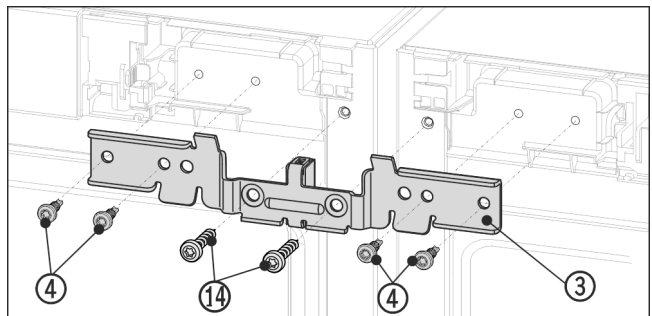

Fig. 13 Esimerkkikuva
- Työnnä kulma Fig. 13 (3) ja välikapale laitteiden väliin ja tappeihin. Ruuvaa kulma löysästi paikoilleen neljällä ruuvilla Fig. 13 (4) ja aikaisemmin irrotetuilla maadoitusruuveilla Fig. 13 (14) vuorotellen oikealta ja vasemmalta.